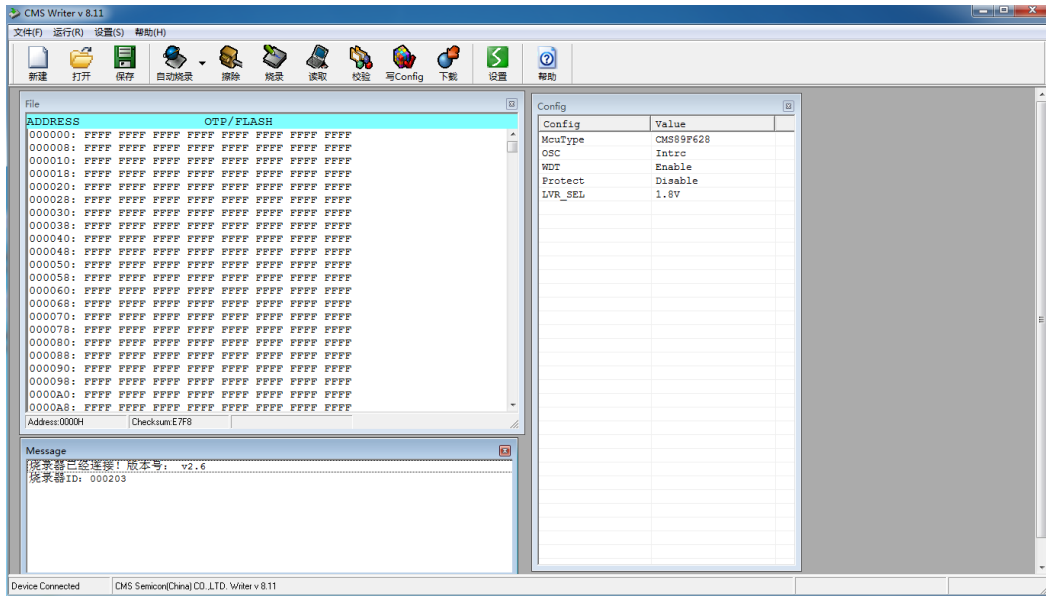

图 2-1: 烧写软件界面
1. 确保连接电源及 USB 线，打开烧写软件界面，如图 2-1 所示；